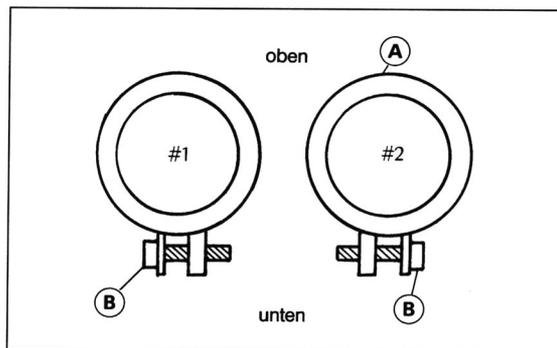

Bild 190
- Vergaseransaugstutzen mit möglichst wenig Überstand und neuen O-Ringen am Zylinderkopf anbringen. Markierungen zeigen nach oben (Bild 190).